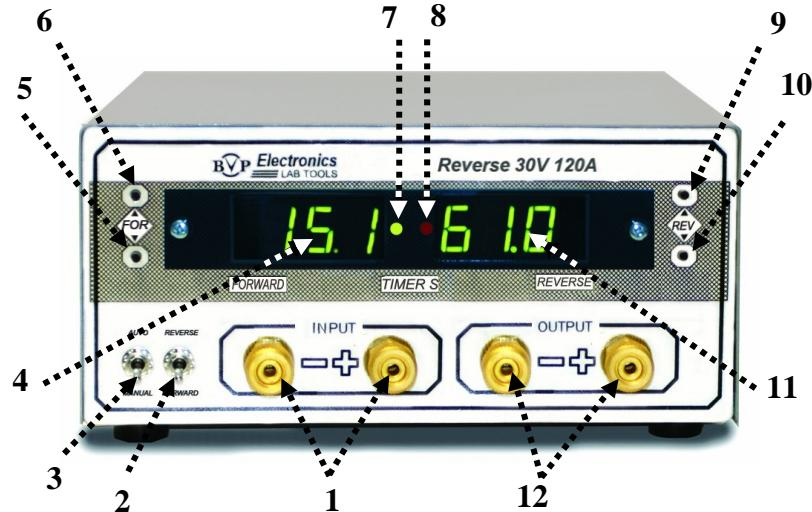

Рис. 2. Расположение органов управления на передней панели блока реверсного переключения тока
На рис. 2 показан внешний вид передней панели блока реверсного управления током и расположение на ней всех органов управления и индикации.
- 7.1.2 Установите переключатель **3** (рис. 2) в положение «MANUAL»;
- 7.2.2 Установите переключатель **3** (рис. 2) в положение «MANUAL». В режиме «MANUAL» открыт доступ к изменениям начальных значений обоих таймеров (прямого и реверсного тока).